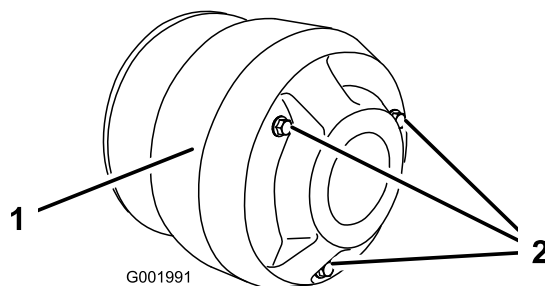

Figura 58
4. Togliete i tre bulloni che fissano il carter della frizione e togliete il carter (Figura 58).